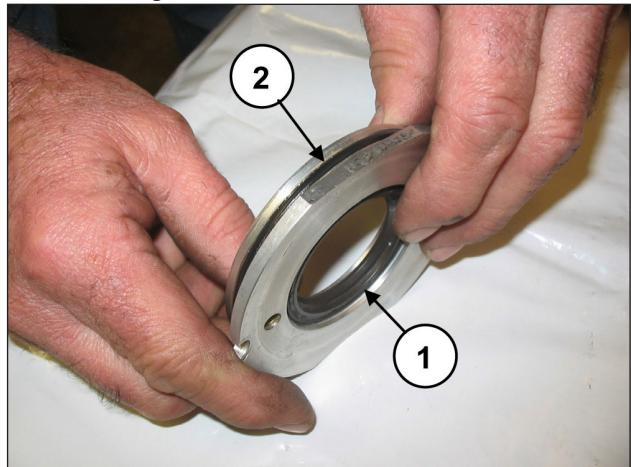

Abb. 160
Ersetzen Sie den Ölabstreifring (Pos. ①, Abb. 160) und den äußeren O-Ring (Pos. ②, Abb. 160).